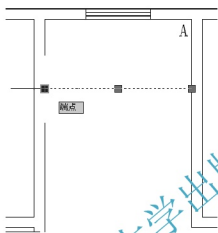

图 2.98 显示热夹点
② 在其中一个夹点上单击，使其变成红色夹点(热夹点)，如图 2.98 所示。